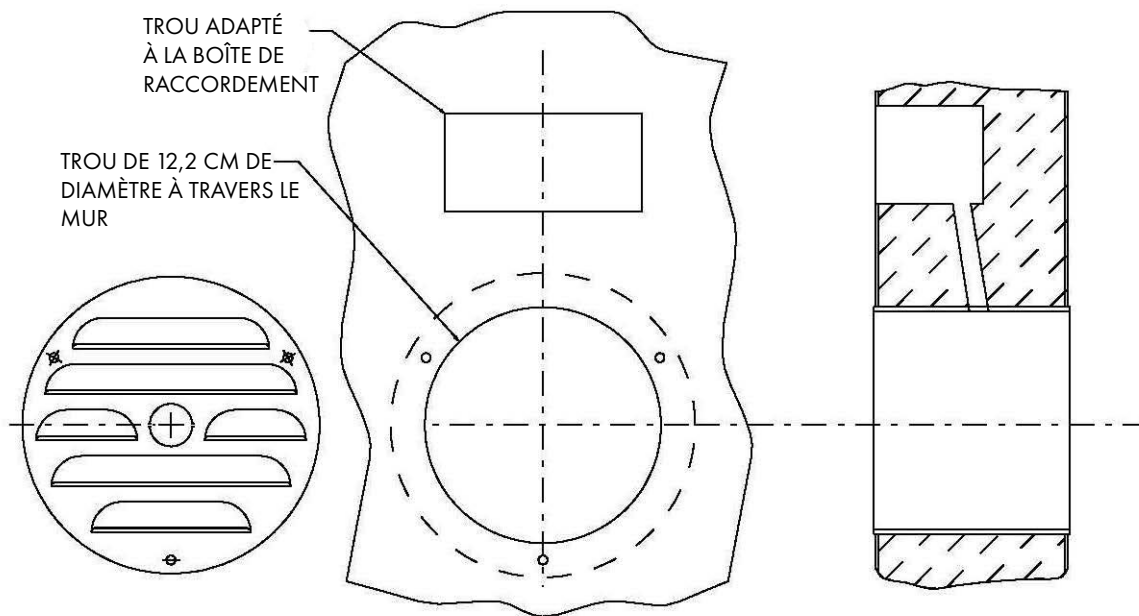

FIGURE 1
2. Marquer un cercle de 15,4 cm de diamètre à l'endroit sélectionné et marquer le centre. Ceci pour s'assurer que la bride à persiennes s'adaptera à l'emplacement choisi. En utilisant le même centre, découper un trou de 12,2 cm de diamètre à travers le panneau (Figure 1).
6. Avec la vis de terre de l'ensemble valve en position inférieure, placer la grille sur l'ensemble valve avec les ouvertures vers le bas et aligner les trous de vis dans la grille, l'ensemble valve et le joint. Tout en maintenant les pièces alignées, placer l'ensemble valve dans le manchon (Figure 1).
7. Passer à travers les trois (3) trous et percer un trou de 3,2 mm pour les vis à tôle #8. Enfoncer les trois (3) vis, et l'action d'assemblage intérieur du PRP sera terminée.
8. Sur l'extérieur (côté chaud) de la chambre froide, assembler la grille, l'écran, la bride et le joint de la même manière que les pièces intérieures ont été assemblées et les fixer à l'aide de trois (3) vis.